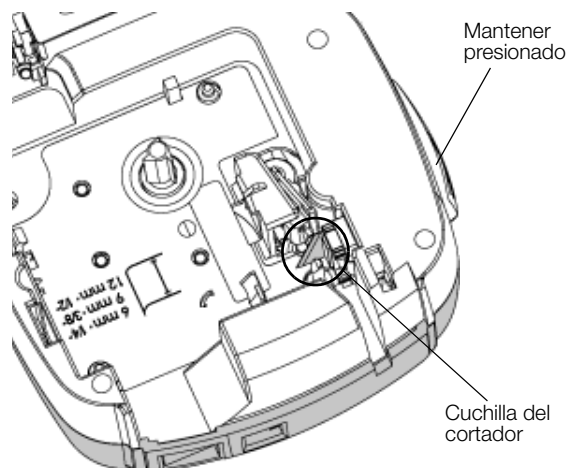

Ilustración 7
- 2 Pulse el botón del cortador y manténgalo en esa posición para dejar la cuchilla del cortador al descubierto. Vea la Ilustración 7.